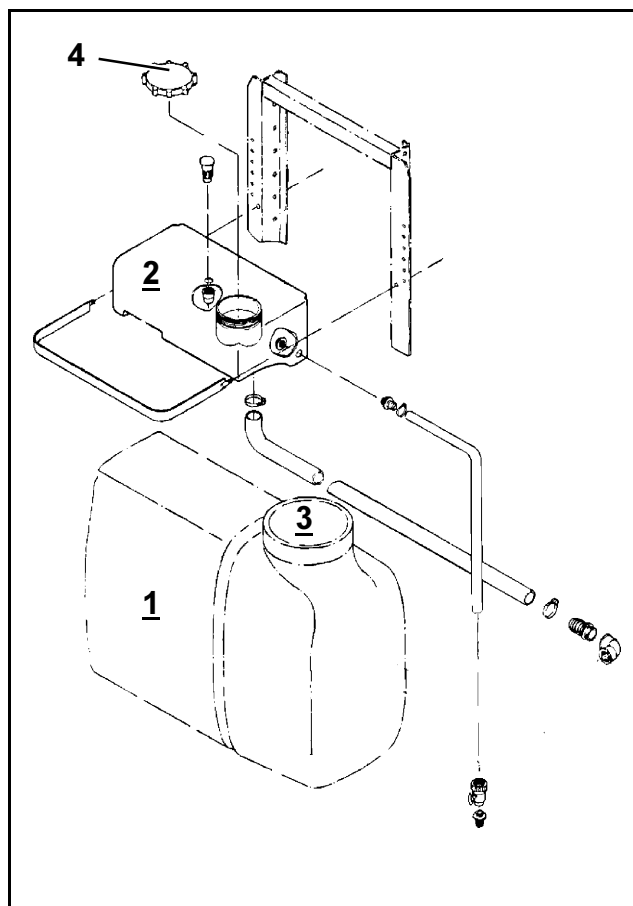

Рис. 28
- Бак для рабочего раствора (Рис. 28/1) и бак для промывочной воды (Рис. 28/2) заполняйте из водопровода через заливное отверстие (Рис. 28/3) или (Рис. 28/4) при "свободном падении воды".